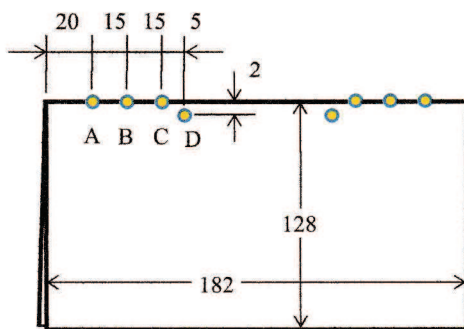

図1 練習のミニ版での穴の位置
- (1) 練習の穴ABCDの位置を図1に示す。実際に修理する際には、本に合わせて穴の数と寸法を決める。修理作業を簡略化するため、図1のように中央部の糸綴じを省略してもよい。